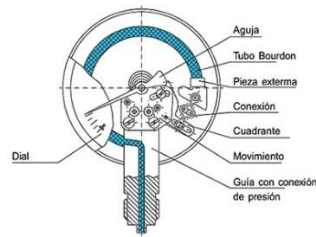

Figura 3.10: Funcionament tub Bourdon en un manòmetre
- Tub de Burdon: es caracteritzen per ser un tub de secció el·líptica que forma un anell quasi complet sallat per un dels extrems. Al augmentar la pressió a l'interior del tub, aquest tendeix a redreçar-se, transferint aquest moviment a l'agulla indicadora. Els manòmetres es nodreixen d'aquest fenomen pel seu funcionament tal i com es mostra en la *figura 3.10*.